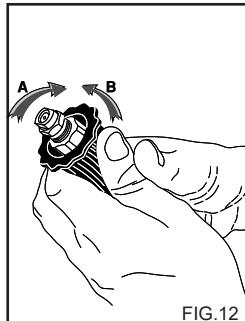

FIG.12
ANVENDELSE AF DET REGULERBAR HØVED (fig. 12)
2) Aktivér højtryksrenseren, åbn hanen til rengøringsmidlet (hvis en sådan findes), aktivér opsugningsfunktionen på strålerøret (fig. 12), og spred rengøringsmidlet på den overflade, der skal vaskes, ved at køre nedefra og opefter. Lad det virke i et par minutter.